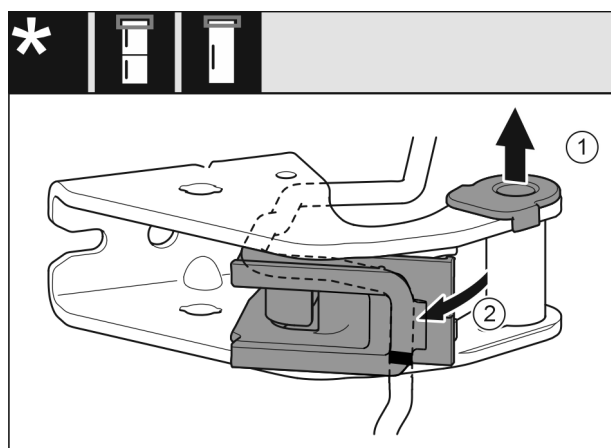

Fig. 26
- ▶ Extraer el casquillo de apoyo de la guía. Fig. 26 (1)
- ▶ Girar hacia fuera el soporte del cable. Fig. 26 (2)